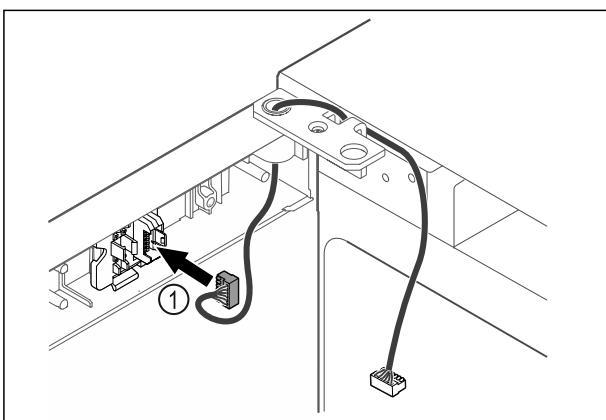

Fig. 44
- Ievietojiet spraudni Fig. 44 (1) spraudņa turētājā.